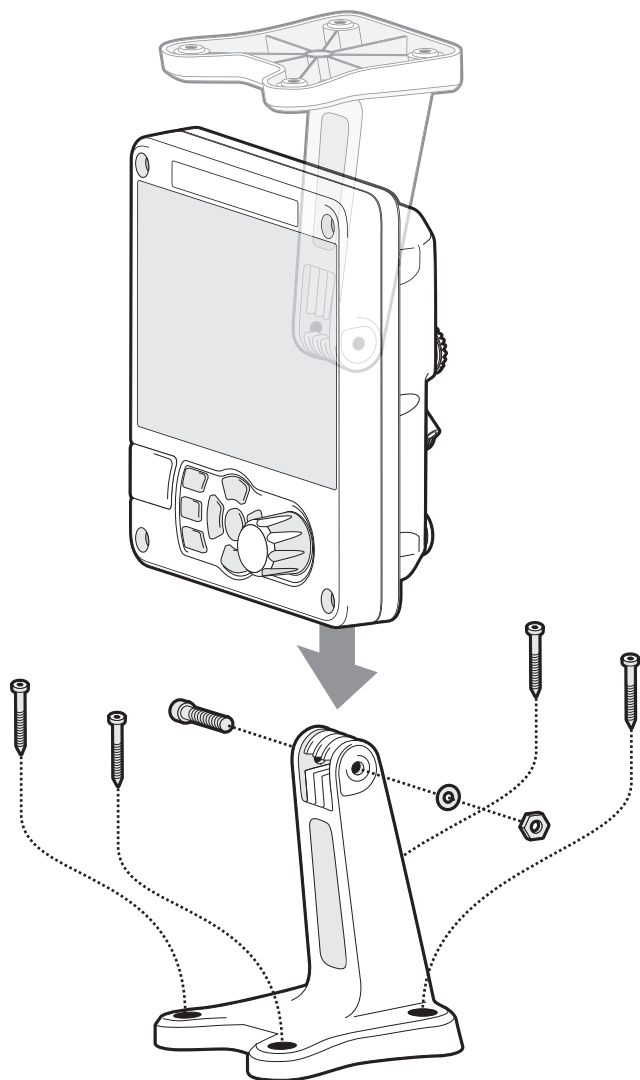

Figure 5 Installation sur bureau de l'émetteur SIA
- L'émetteur SIA est fourni avec quatre vis autotaraudeuses pour être installé sur une surface adaptée à l'utilisation d'une bride fournie. Veuillez vous reporter à la Figure 5 pour plus d'informations.